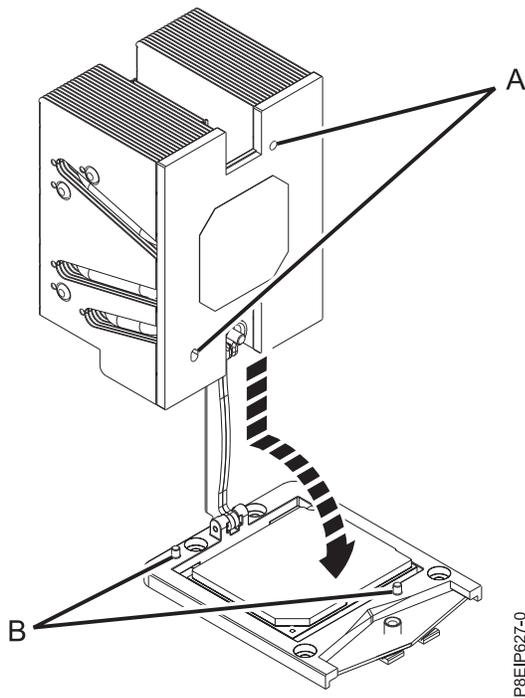

Figura 84. Instalación del disipador térmico
- 5. Instale el nuevo disipador térmico que se suministra en el kit de FRU. El TIM se aplica previamente al disipador térmico. Baje con cuidado el disipador térmico sobre el módulo de procesador del sistema, pasando el brazo de carga a través del disipador térmico. Asegúrese de que los orificios del disipador térmico (**A**) se alineen con las patillas de guía (**B**) en el zócalo, como se muestra en la Figura 84.